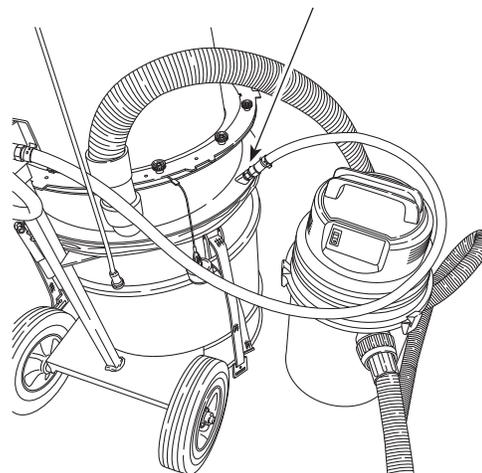

Figure 19
3. Fixez la conduite d'air que vous avez retirée du support sur le port du jet d'air situé sur la base intermédiaire. Voir Figure 19.